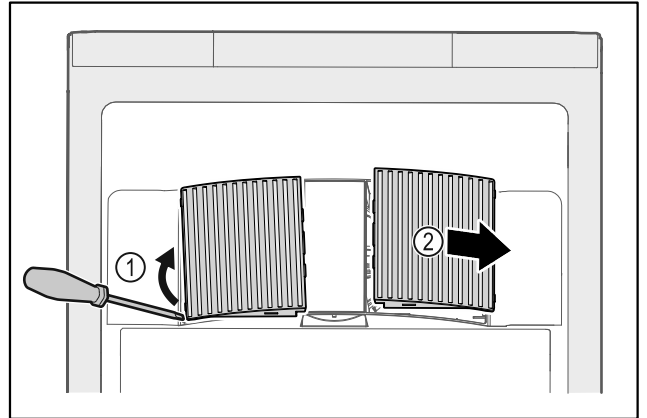

Fig. 137
- ▶ Óvatosan feszegesse le a ventilátor burkolatait oldalról Fig. 137 (1), és emelje le őket előrefelé Fig. 137 (2).